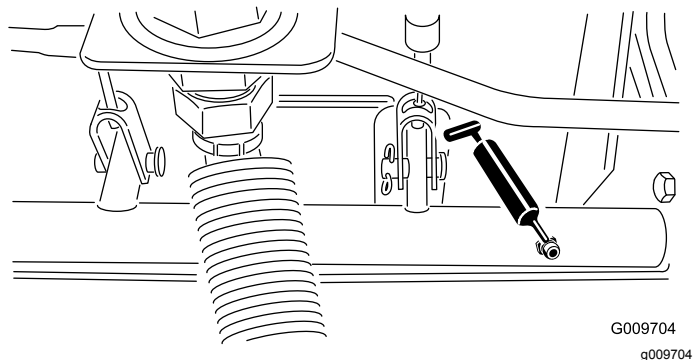

Figura 25
1. Solte os trincos do capot (Figura 25) e levante o capot.